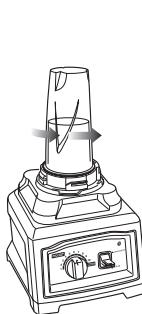

Fig. 12
- 7 Lorsque vous avez obtenu la consistance désirée, faites tourner le gobelet Nutri Ninja dans le sens contraire des aiguilles d'une montre (Fig. 12) et tirez-le vers le haut pour le retirer de l'appareil. (Fig. 13)